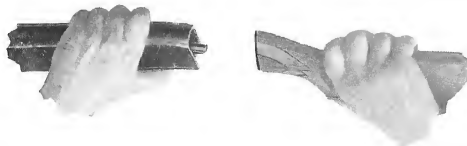

Fig. 15
- separare il calcio dalla culatta (fig. 15)